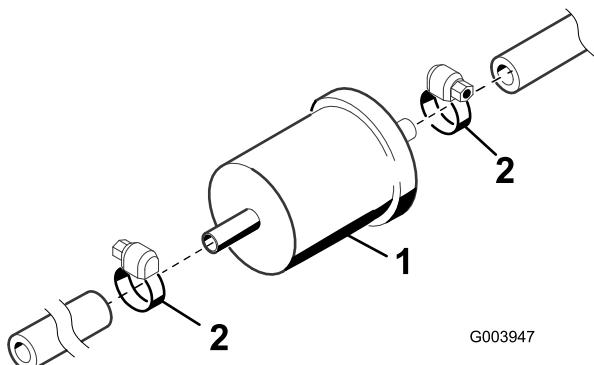

図 64
1. 燃料フィルタは、左側フレーム・レールに沿って、燃料ポンプの前に取り付けられている(図 64)。